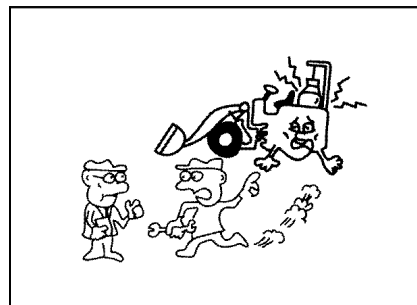

Рис. 1-42
- Проверить нормальность шума или нормальность вибрации при прокрутке двигателя. Наличие вышеуказанного явления обозначает наличие дефектов, следует сообщить управляющему лицу, после ремонта начать оперирование (рис. 1-42)..